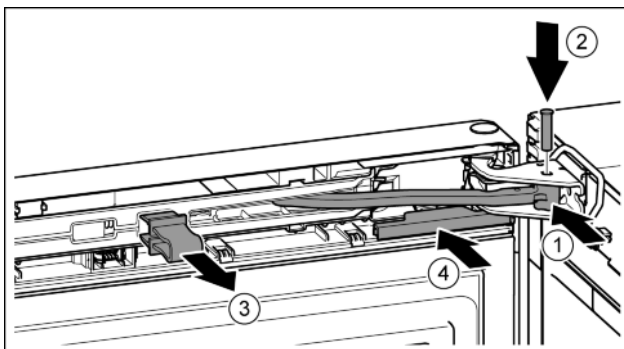

Fig. 20
- ▶ Поверніть шарнір в опорному кронштейні. Fig. 20 (1)
- ▶ Встановіть гвинт в опорний кронштейн та шарнір. При цьому виступ фіксатора повинен займати правильне положення в пазу. Fig. 20 (2)
- ▶ Зніміть запобіжник. Fig. 20 (3)
- ▶ Насуньте кришку. Fig. 20 (4)